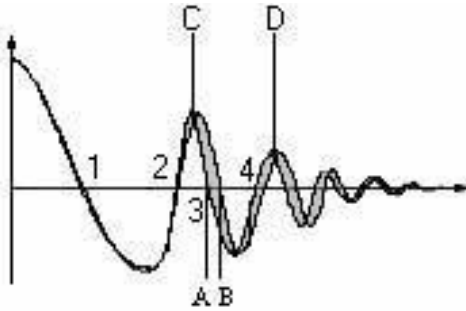

图 2-4 相位差比较示意图
如图 2-4 所示，用户可以指定一个需要作比较的过零点，仪器判断被测线圈测试波形 和标准波形在这个过零点的偏移量，然后和标准波形的振荡周期作比较，并用这两个量的百分比作为判断依据，基准用百分比来设定。如图中， $A\sim B$  间是偏移量， $C\sim D$  间是标准波形振荡周期，设定的是比较波形的第三个过零点。
图 2-4 相位差比较示意图 ①提示：仪器仅能设置第 2~10 个过零点，第一个过零点还不能反映线圈的实际性能，所以不予设置。在实际的相位差比较中，将会产生四种结果：**PASS**、**FAIL**、**FAIL1** 和 **FAIL2**。**PASS** 表示合格；**FAIL** 表示不合格；**FAIL1** 代表未找到过零点，即在被测线圈测试波形上找不到所设定的过零点；**FAIL2** 代表在标准波形上找不到完整的周期，如图 2-4，若要使相位差比较能够正常工作，应该保证第三个过零点的存在。